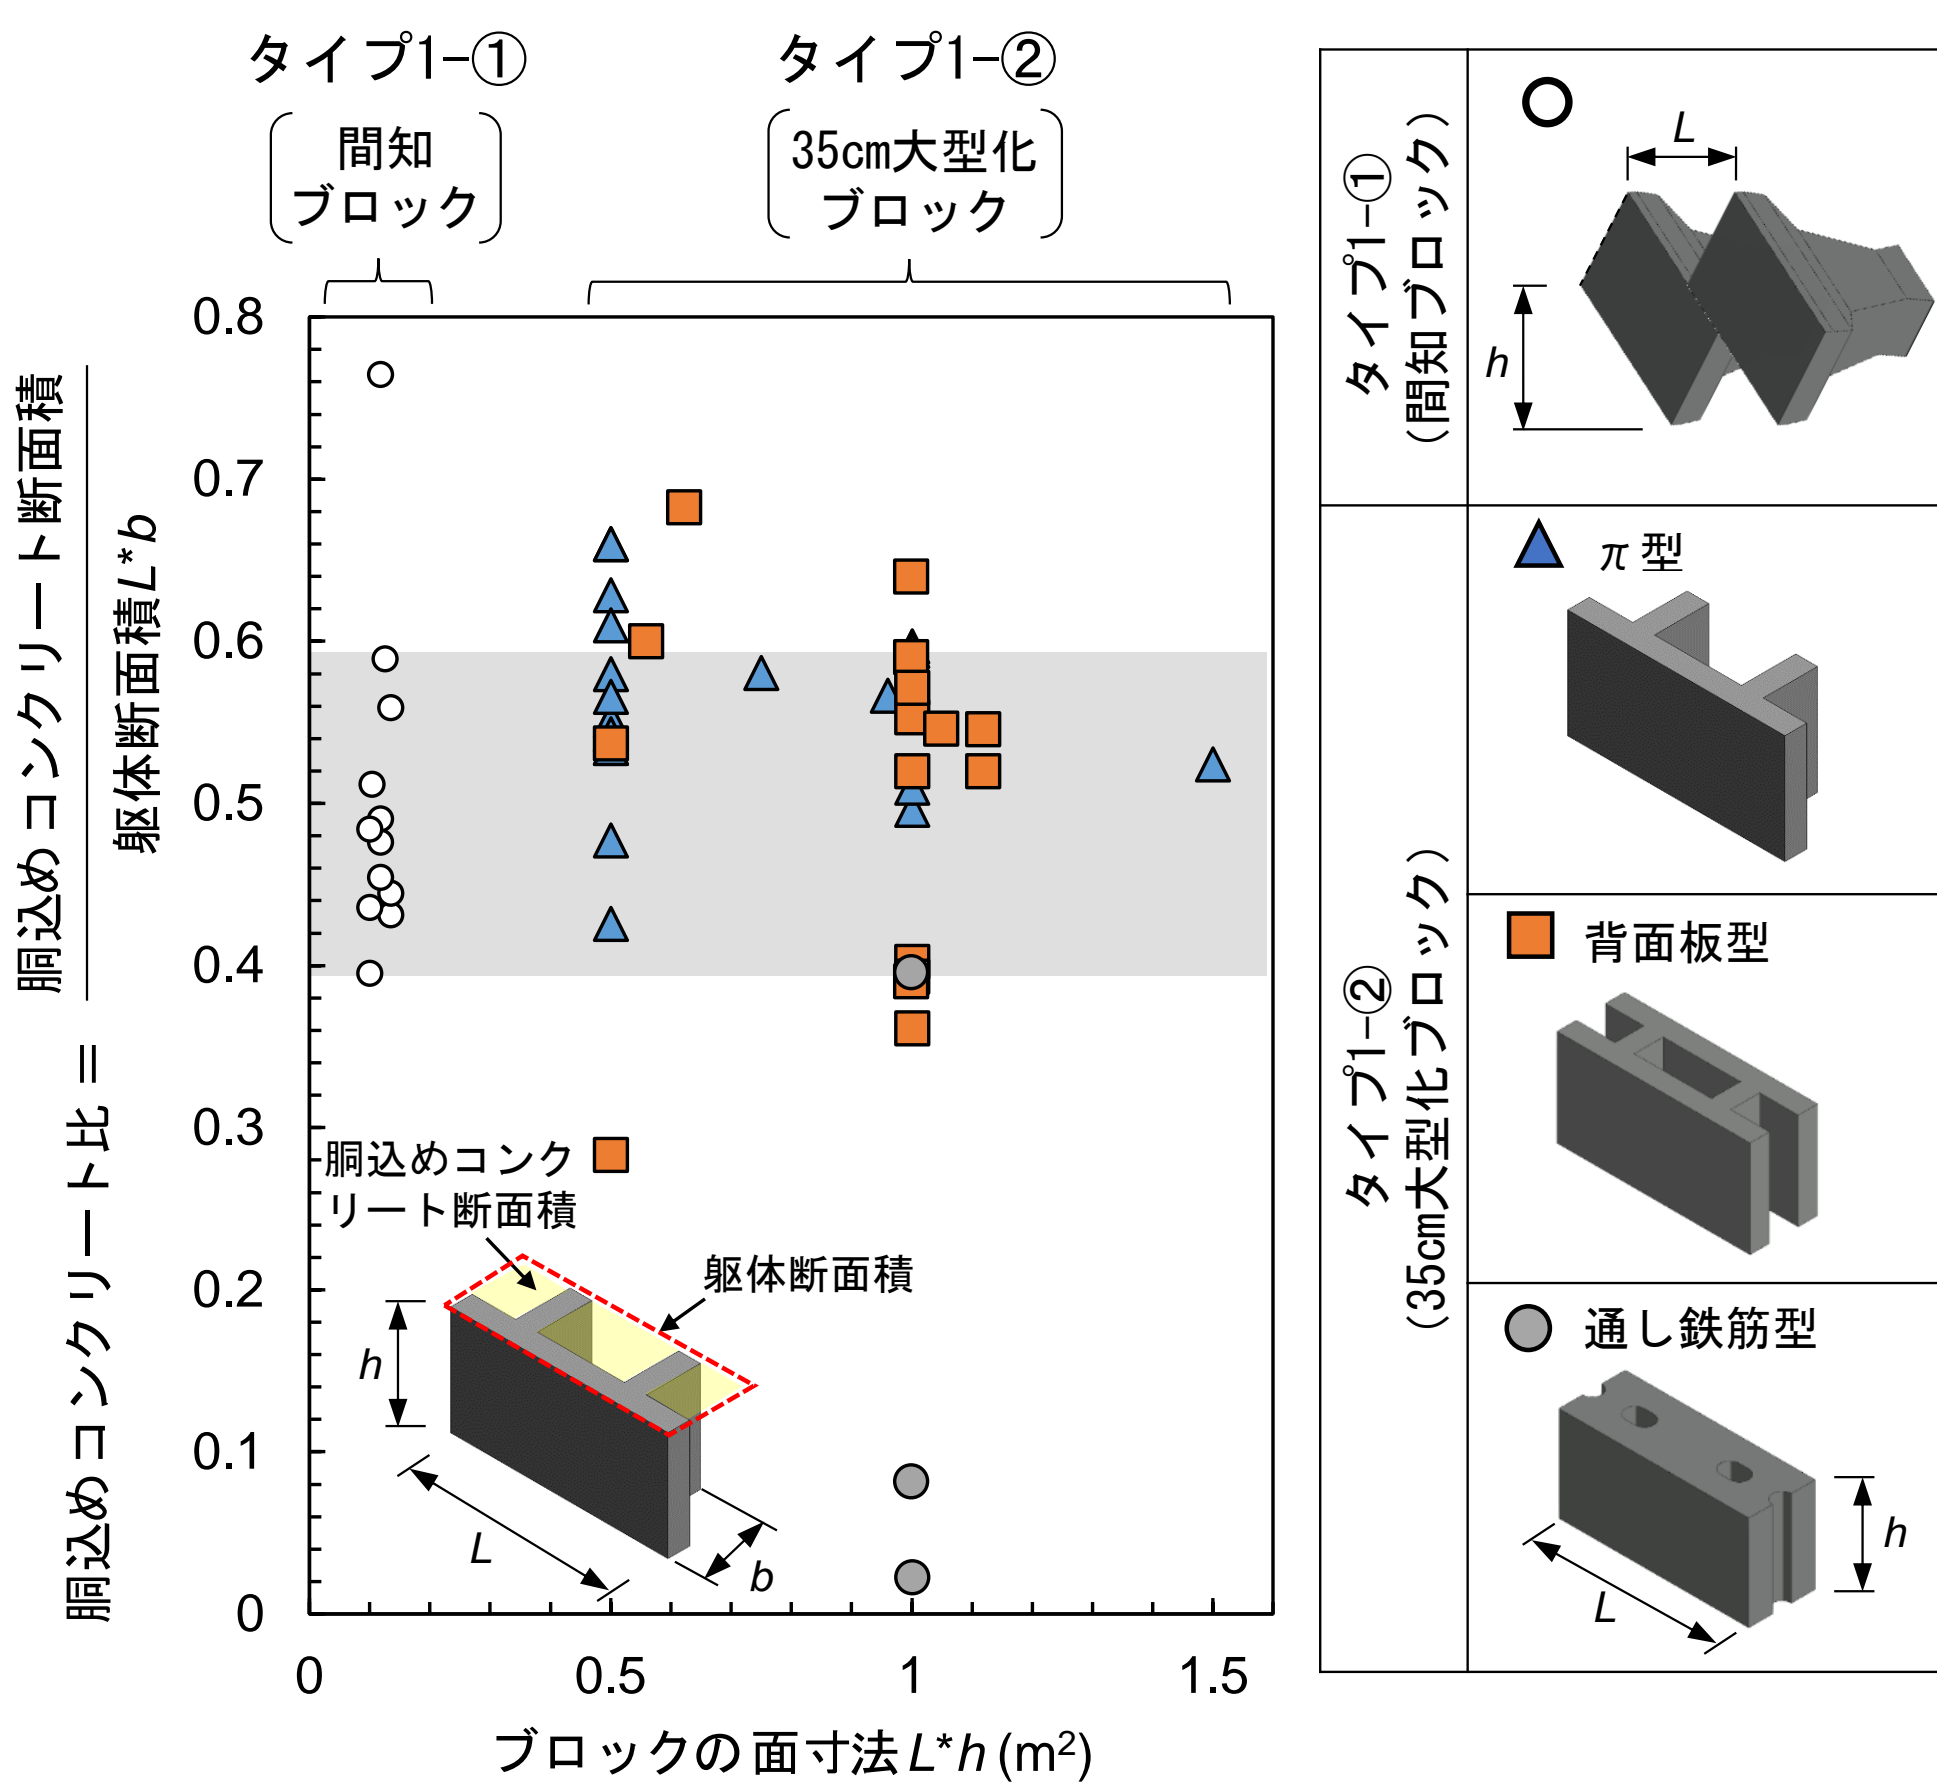

図5 間知ブロックの胴込めコンクリート比とブロック面寸法の関係(例)
(2) 胴込めコンクリート比
- 胴込めコンクリート比とは、上下のブロックの接合部における躯体断面積に対する胴込めコンクリートの断面積の比です(図5)。